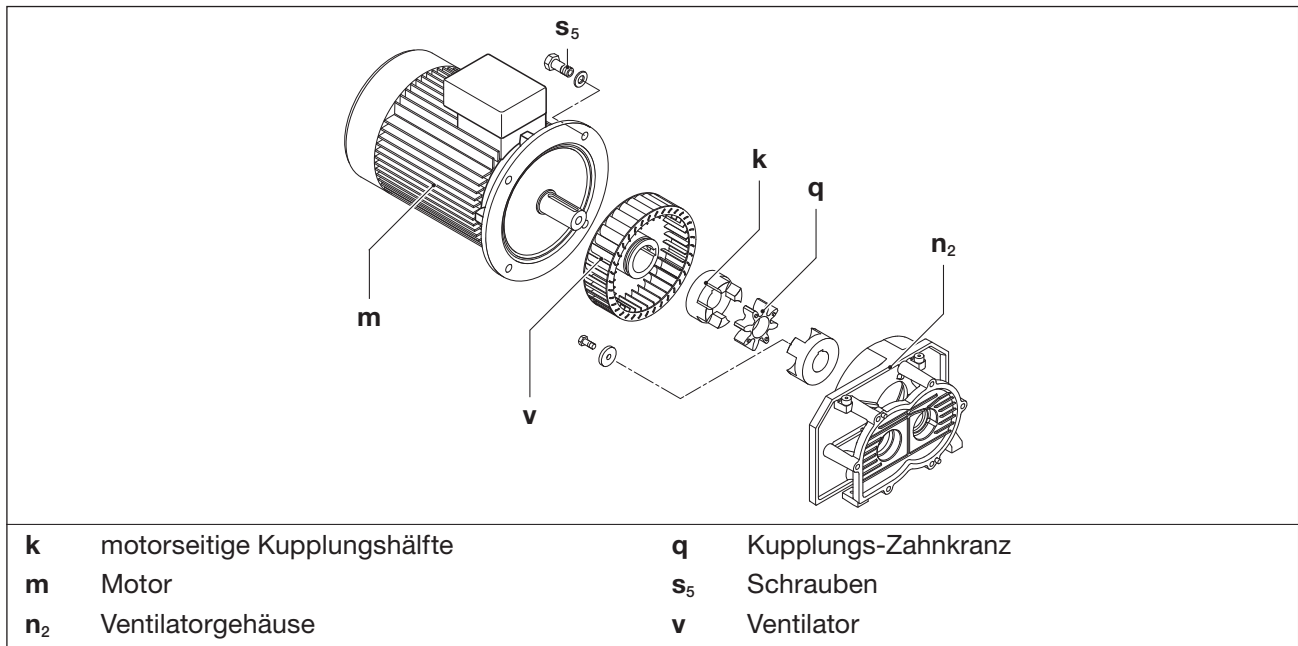

Abb. 7 Kupplung
Der Kupplungs-Zahnkranz (Abb. 7/q) unterliegt einem Verschleiß und muss regelmäßig (mindestens 1 x pro Jahr) überprüft werden. Der Ventilator (Abb. 7/v) sollte ebenfalls von Zeit zu Zeit auf Beschädigungen überprüft werden.
- Mittels Hebezeug den Motor (Abb. 7/m) an den Ringschrauben aufhängen. Sind keine Ringschrauben vorhanden, den Motor mittels Rundschlingen aufhängen.
- Schrauben (Abb. 7/s₅) am Motorflansch lösen und Motor mit motorseitiger Kupplungshälfte (Abb. 7/k) vom Ventilatorgehäuse (Abb. 7/n₂) axial abziehen.
- Zahnkranz (Abb. 7/q) überprüfen. Ist der Zahnkranz beschädigt oder verschlissen, diesen austauschen.
- Der Ventilator (Abb. 7/v) überprüfen und gegebenenfalls austauschen.
- Zahnkranz und Motor mit motorseitiger Kupplungshälfte wieder axial aufschieben und mit den Schrauben (Abb. 7/s₅) am Motorflansch befestigen. Anzugsmoment: 84 Nm